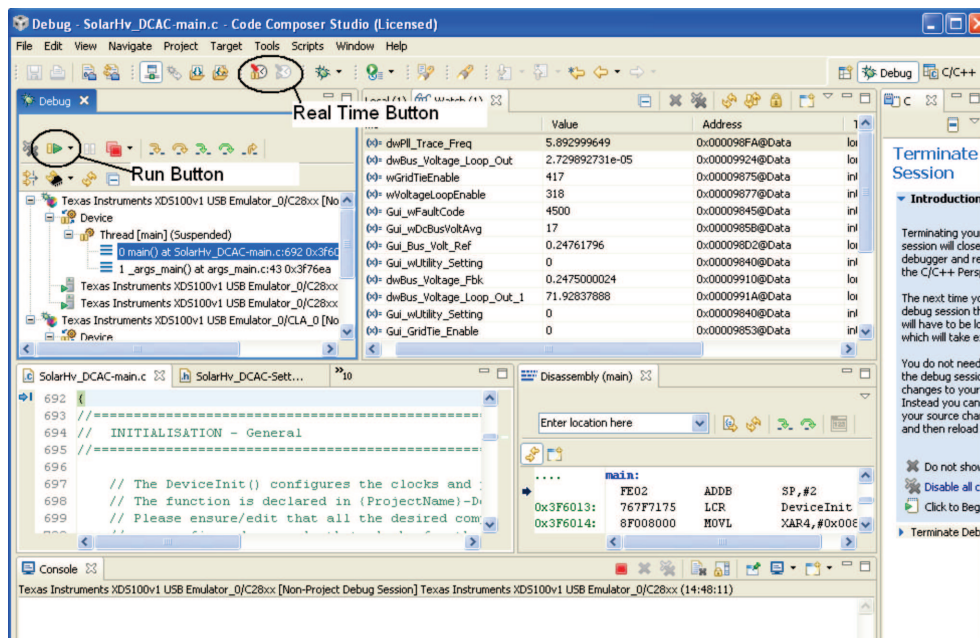

图 16. 调试激活项目
8. 在打开的 .ccxml 文件中, 将 Connection (连接) 选为 "Texas Instruments XDS100v2 USB Emulator" (德州仪器 (TI) XDS100v2 USB 仿真器)。向下滚动并选择 "TMS320F28035" 器件。单击 Save (保存)。
10. 图 16 在代码成功载入时出现。